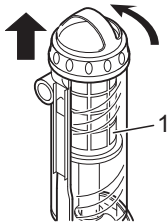

Abb. 20
4. Öffnen Sie die Abdeckung des Staubbehälters mit einer Drehung gegen den Uhrzeigersinn und heben Sie ihn hoch (Abb. 20).
5. Ziehen Sie die Einheit von Zentralfilter-Schutzsieb und Lamellen-Zentralfilter nach oben heraus (Abb. 20/1).